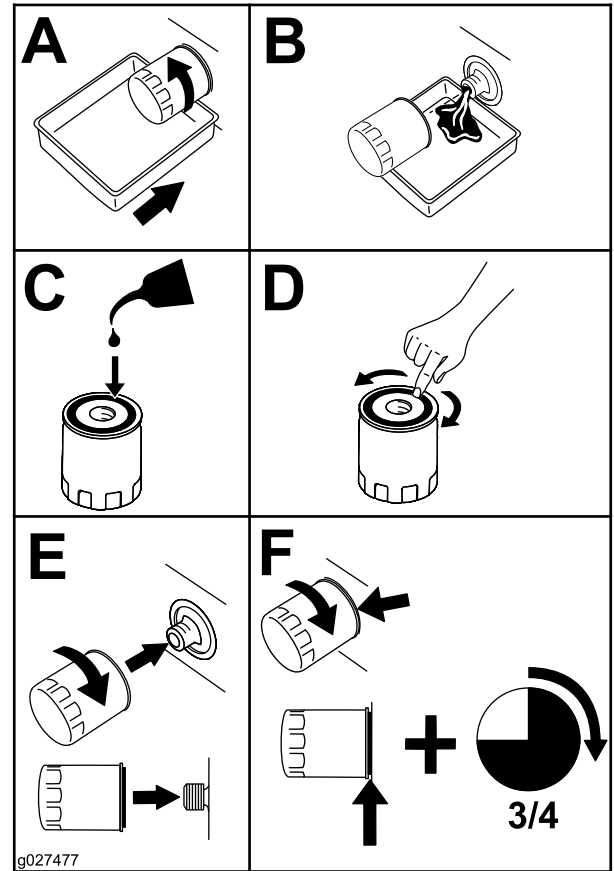

Figura 38
- Sustituya el filtro de aceite del motor (Figura 38).